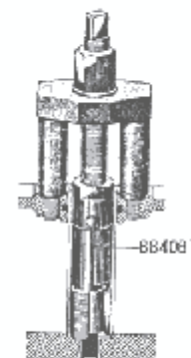

Abb. 6 Ausbau der Kupferhülse
- Die expandierende Spindel des Werkzeuges entgegen dem Uhrzeigersinn drehen, wobei die Spindel in der Hülse festgespannt wird. Es darf nicht zu fest gezogen werden, sondern nur so, daß die Spindel gut eingreift (Abb. 6).